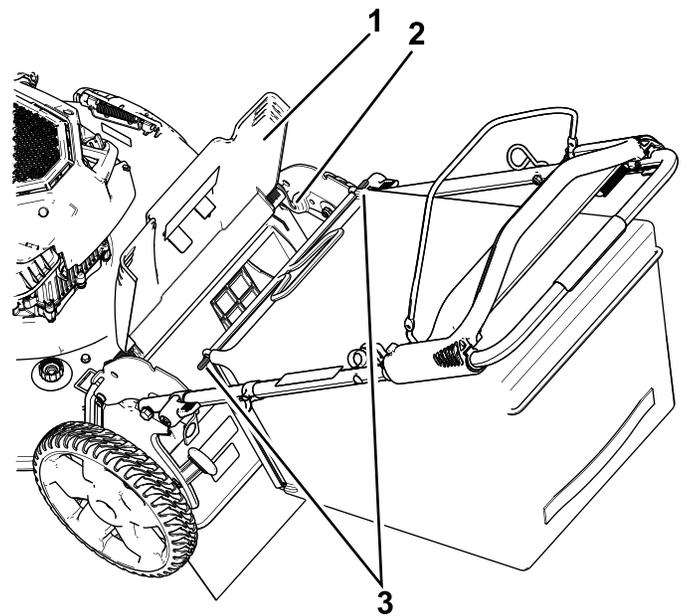

Bild 17
1. Heben Sie die Heckklappe an und halten Sie sie hoch (Bild 17).
2. Setzen Sie den Grasfangkorb ein, stellen Sie sicher, dass die Stifte am Fangkorb in den Kerben am Griff sind (Bild 17).